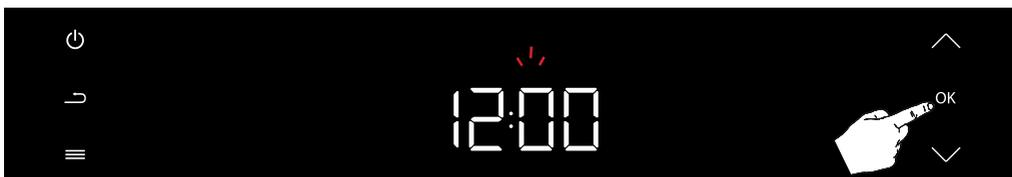

Abbildung 7
Die Stunden werden durch Drücken der Genehmigungstaste (OK) eingestellt, während die Uhr auf dem Hauptbildschirm als **12:00** blinkt. (siehe Abbildung 7)